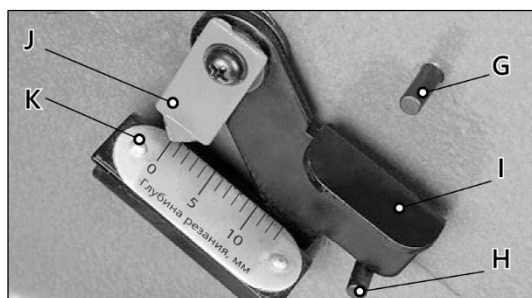

Рисунок 48.
Откалибровать высоту стола подачи можно регулируя указатель J шкалы глубины резания K (рис. 48).
- При помощи шурупверта, отрегулируйте указатель шкалы точно на «0» (рис. 48).
Ограничитель глубины I (рис. 48) на шкале K позволяет оператору установить максимальную глубину реза до 1 мм.
Чтобы активировать ограничитель I, установите его как показано на рис. 48. Чтобы деактивировать ручку, поднимите стол на отметку «0», поднимите вверх до упора в штифт G ограничитель I и удерживайте его, опустите стол до требуемой высоты.